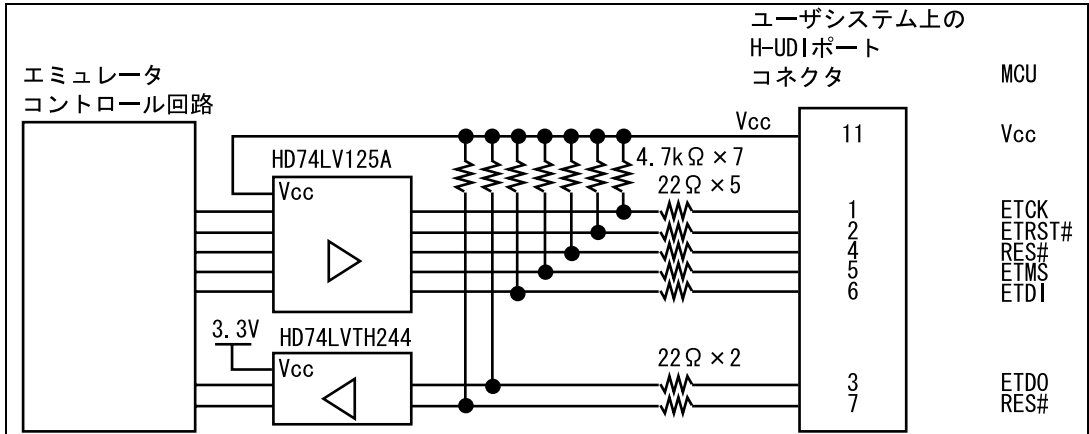

図 1.8 エミュレータ内インタフェース回路 (参考)
7. 図 1.8 にエミュレータ内インタフェース回路を示します。プルアップ抵抗の値などを決定するときに参考にしてください。